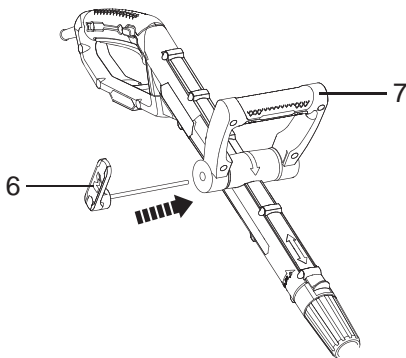

Fig.4
- > Alinee el mango auxiliar (7) con el soporte del mango (Fig.4).